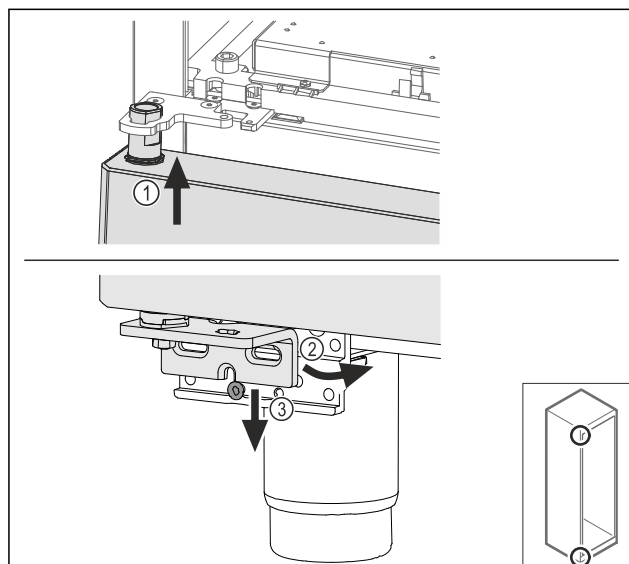

Fig. 60
- Enfiler la porte légèrement inclinée en haut Fig. 60 (1), redresser la porte Fig. 60 (2) et la poser en bas sur la vis du support de palier Fig. 60 (3).